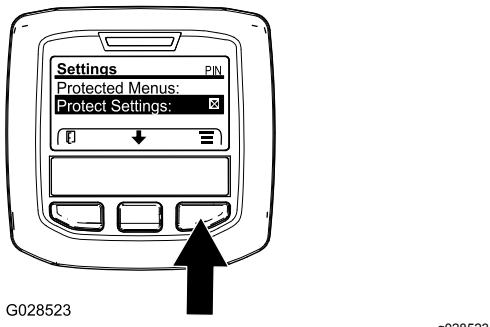

Figura 29
1. Accedete al menu protetto e sbloccate il sottomenu delle impostazioni protette (Figura 29); fate riferimento a Accesso ai menu protetti \(pagina 20\).